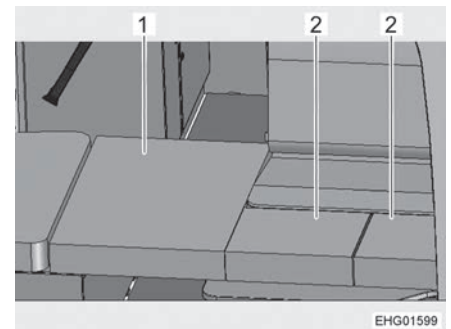

Bild 146 Nach dem Umbau
- Das große Zusatzpolster (Bild 146,1) auf das Stützbrett im Gang legen.
- Die kleinen Zusatzpolster (Bild 146,2) auf den Tisch legen.